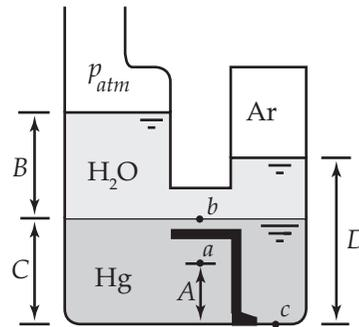

Figura Ep1.4
**Ep1.4** Na Figura Ep1.4, tem-se um recipiente rígido que contém mercúrio, água na fase líquida e ar preso em uma cavidade interna. São dadas as seguintes dimensões:  $A = 10$  cm;  $B = 3,0$  m;  $C = 30$  cm;  $D = 1,0$  m. Sabe-se que a pressão atmosférica local é igual a 95 kPa e que a massa específica da água é igual a 1000 kg/m3. Considerando que a densidade relativa do mercúrio é igual a 13,6, determine a pressão manométrica do ar preso na cavidade e as pressões absolutas reinantes nos pontos a, b e c.